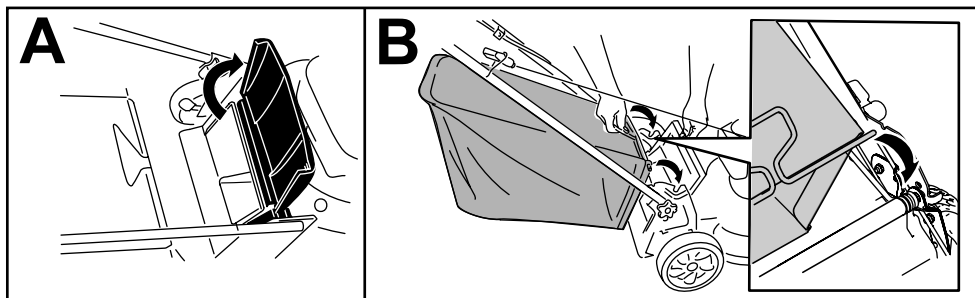

Figura 15
1. Sollevate il deflettore posteriore e tenetelo sollevato (A di Figura 15).
2. Montate il cesto di raccolta, accertandovi che i suoi perni siano inseriti nelle tacche presenti sulla stegola (B della Figura 15).